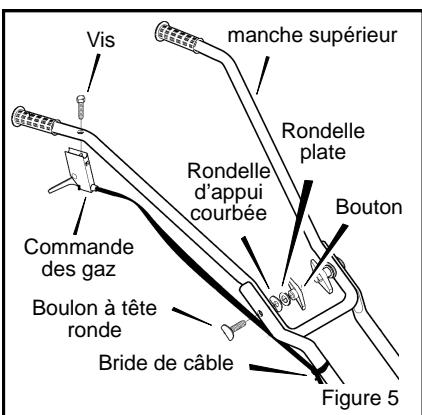

Figure 5
7. Retirez les attaches du **manche supérieur** (voir Figure 5).
11. Montez la **commande des gaz** sur le côté droit du **manche supérieur** avec la **vis** comme indiqué à la Figure 5.